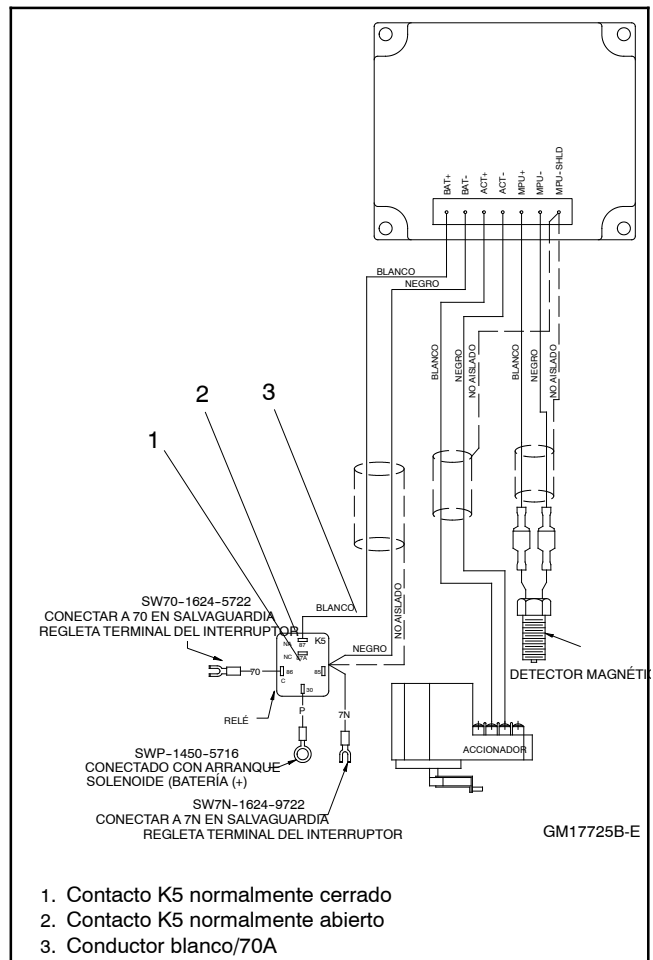

Figura 10-16 Activación del controlador del regulador (se exhibe el modelo sin carga compartida)
- g. Active el controlador del regulador moviéndose el cable blanco/70A desde el contacto K5, normalmente cerrado al contacto K5, normalmente abierto. Consulte Figura 10-16. La conexión con el contacto normalmente cerrado activará el controlador del regulador sin arrancar/poner en marcha el grupo electrógeno.
- b. Desplace el cable blanco/70A desde el contacto K5 normalmente cerrado al contacto K5 normalmente abierto. Consulte la Figura 10-16.